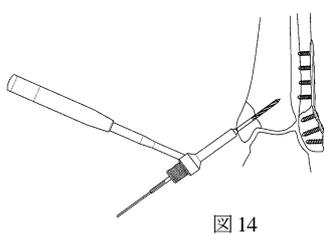

図14
- 14) 4.0CCS 用ドリルにて穴あけを行います。(図14)